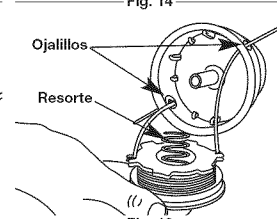

Fig. 16
- Inserte los extremos de la línea a través de los ojajillos de la bobina exterior y coloque el carrete interior con el resorte dentro de la bobina exterior (Fig. 16). Empuje el carrete interior y la bobina exterior entre sí.
- Inserte los extremos de la línea en los ojajillos de la bobina exterior (Fig. 16).